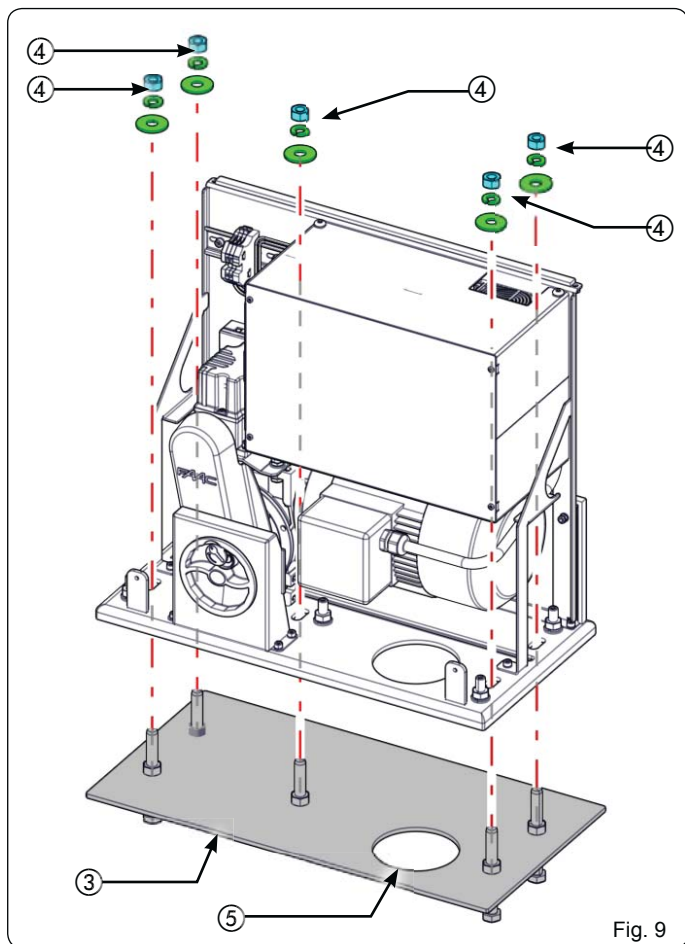
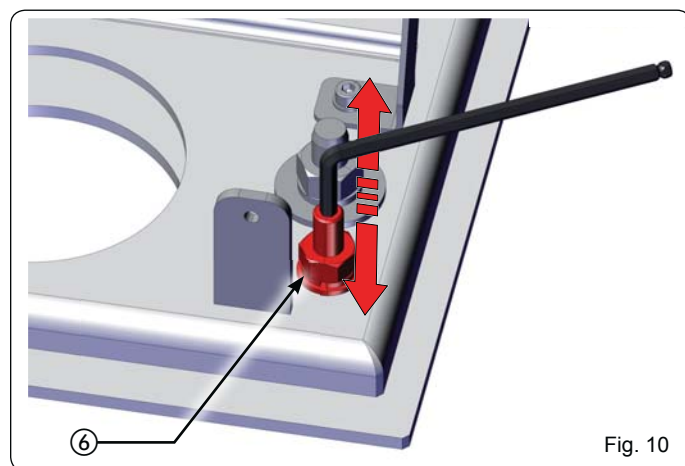
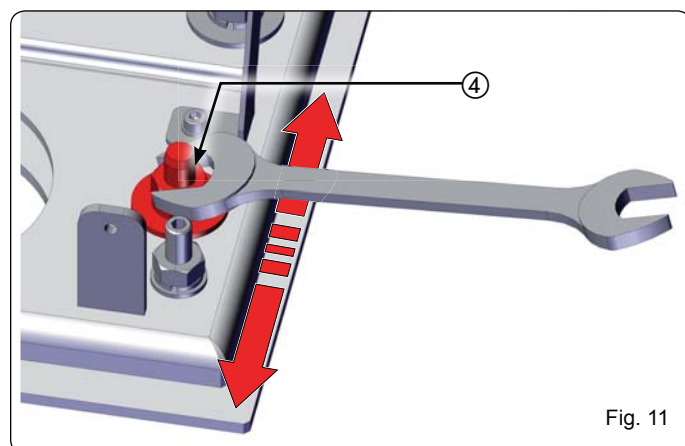
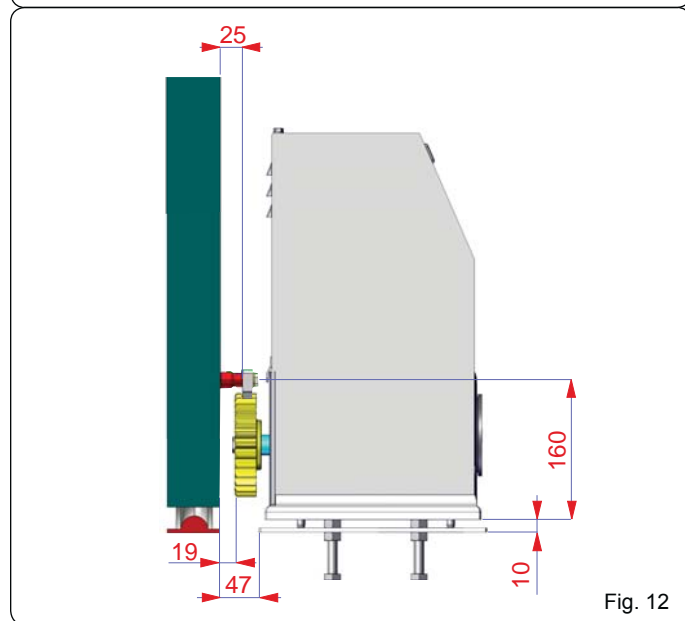

Fig. 9
Fig. 10
Fig. 11
Fig. 12
2. Coloque el operador sobre la placa de cimentación y atornille sin apretar: las tuercas, las arandelas grover y las arandelas suministradas con la placa de cimentación (no suministrada) (Fig. 9 ref. ③ ④). Durante esta operación pase los cables a través de la correspondiente apertura (Fig. 9 ref. ⑤).
3. Ajuste la altura del motorreductor mediante todos los tornillos de reglaje (Fig. 10 ref. ⑥), tomando como referencia las cotas de la Fig. 12.
5. Mueva horizontalmente el motorreductor para ajustar la distancia con la cremallera (Fig. 11), tomando como referencia las cotas de la Fig. 12.
6. Una vez realizados los ajustes, apriete temporalmente las tuercas (Fig. 9 ref. ④ e Fig. 10 ref. ⑥):
-  Apriete las tuercas de fijación (Fig. 9 ref. ④) aplicando un par de 80 Nm.
Apriete las tuercas de fijación (Fig. 10 ref. ⑥) aplicando un par de 40 Nm.